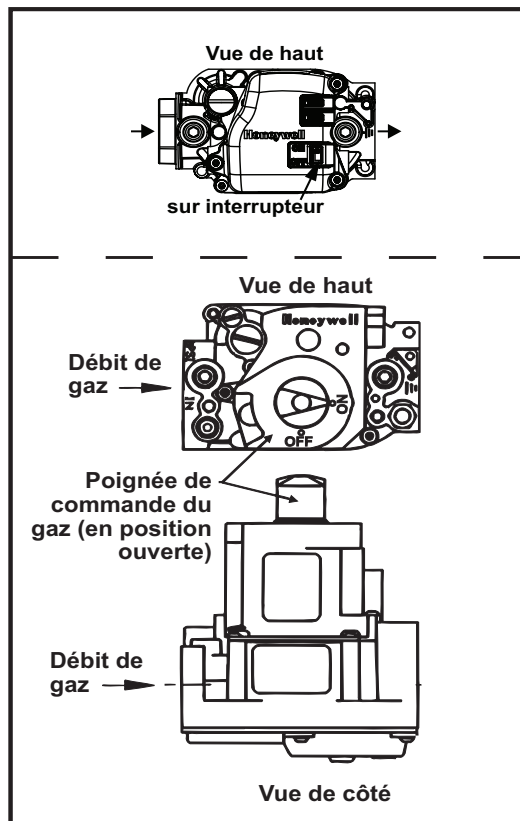

Figure 18. La soupape de gaz
3. Ouvrez la porte d'accès et repérez la poignée de commande de la soupape à gaz (voir Figure 18).